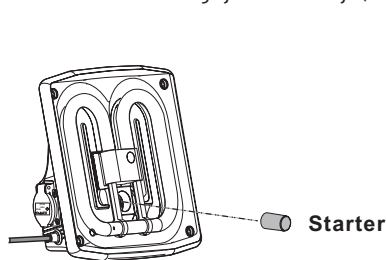

Fig. 19
5.2.3 Instale el nuevo arrancador: Presione el arrancador en su soporte y gírelo en el sentido de las agujas del reloj. (Fig. 19 y 20).